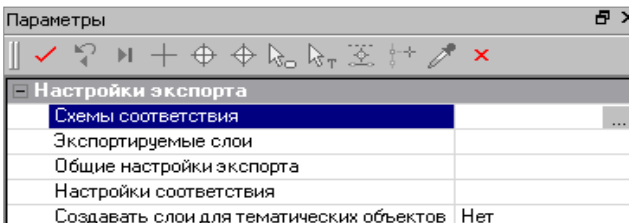

Рис. 15.19
2. В окне **Параметры** (рис. 15.19) задаём настройки экспорта в определённой последовательности: